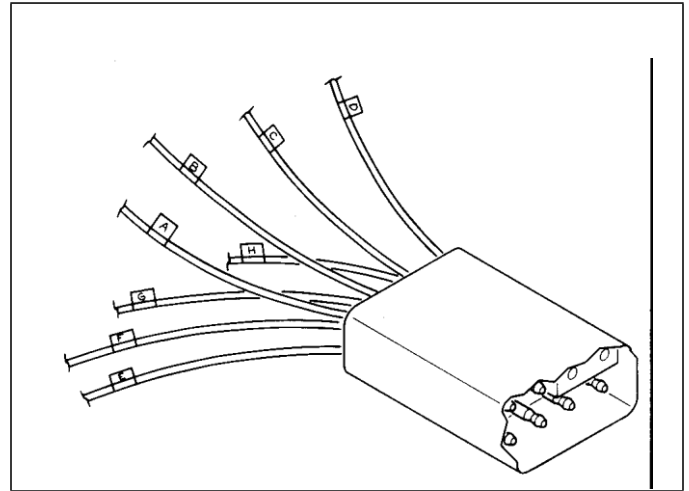

Figura 15-68 Reemplazando un Conector
Los sistemas eléctricos Kenworth utilizan distintos tipos de conectores de cableado. El conector moldeado de 8 vías, en la Figura 15-68 se utiliza comúnmente, así como los conectores de cubierta dura y los conectores tipo Deutsch. Al reemplazar las terminales individuales o un conector completo, siga las siguientes indicaciones de reemplazo para asegurar que cada terminal de cable está instalada en la ubicación correcta del conector de reemplazo.
1. Antes de quitar el conector, identifique cada terminal colocando una etiqueta con una letra en el cable de la terminal. Ver Figura 15-68.